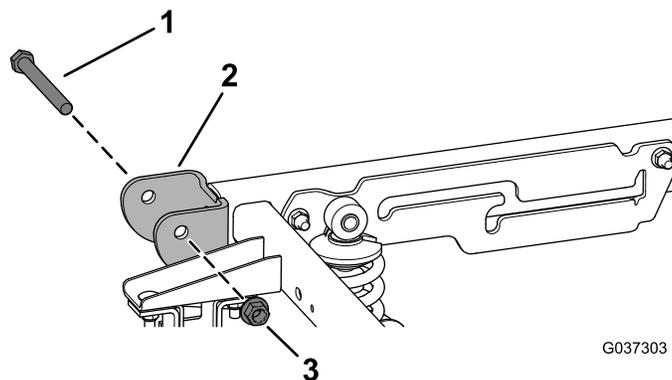

图 4
5. 从机器后部的枢轴支架拧下 2 个枢轴螺栓  $1/2 \times 4 1/2$  英寸和 2 个锁紧螺母  $1/2$  英寸 图 4。